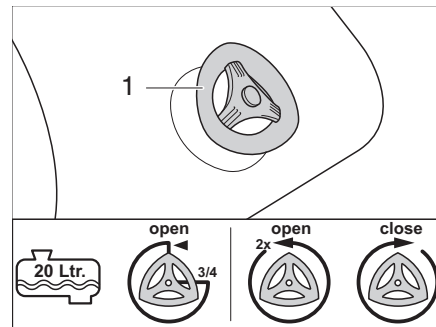

Fig. 337 Llave de desagüe
- 1/2 lleno o menos: Girar la llave de desagüe (Fig. 337,1) 3/4 de vuelta en el sentido contrario de las agujas del reloj. Se vacía el agua.
- 3/4 lleno y más: Girar la llave de desagüe (Fig. 337,1) 2 vueltas en el sentido contrario de las agujas del reloj. Se vacía el agua.
- Cerrar la llave de desagüe (Fig. 337,1) en el sentido de las agujas del reloj.